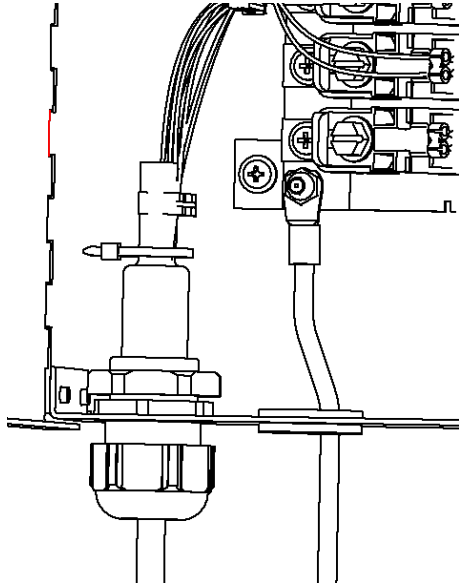

Figure 5
5. Faire passer le fil de terre dans le passe-fil inférieur et le raccorder à la borne de masse (Figure 5).